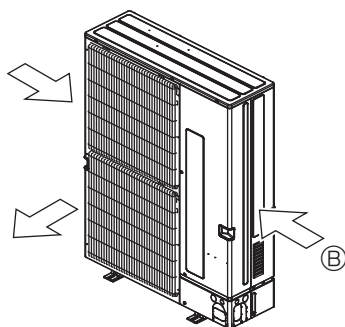

Fig. 2-16
② Құрылғыны мүмкіндігінше, ауа өткізгіш маусымдық желдің бағытына перпендикуляр соғатындай етіп қондырыңыз. (Fig. 2-16)